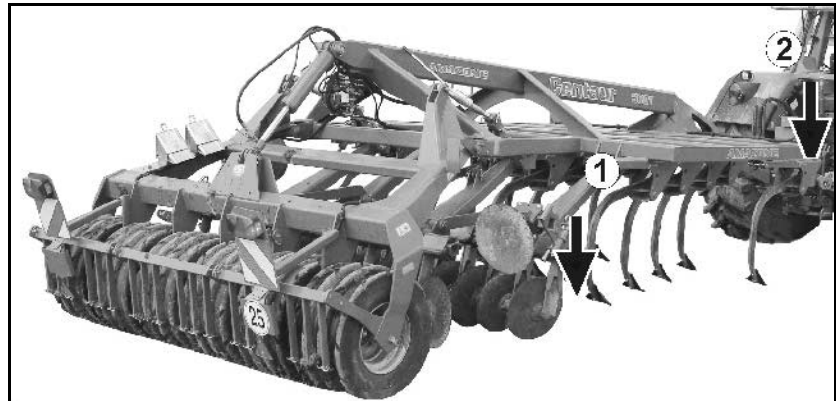

Fig. 63
- Abaissez complètement la machine (Fig. 63/1) (position de conduite en tournière).
3. Abaissez les bras d'attelage inférieurs du tracteur jusqu'à ce que le châssis soit à l'horizontale (Fig. 63/2).